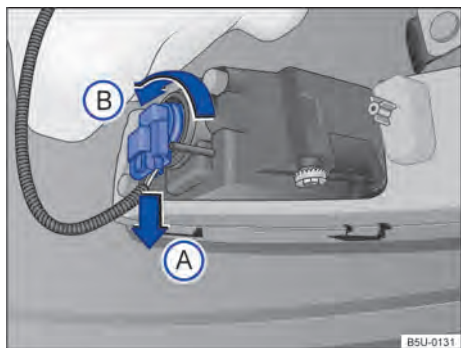

Fig. 138 Atrás do para-choque dianteiro: acesso à lâmpada incandescente do farol de neblina.
2. Desencaixar o conector de alimentação da lâmpada → Fig. 138 no sentido da seta (A), pressionar, ao mesmo tempo, a trava de fixação do conector.
- Girar o soquete da lâmpada → Fig. 138, no sentido anti-horário da seta (B), e desencaixá-lo do alojamento.